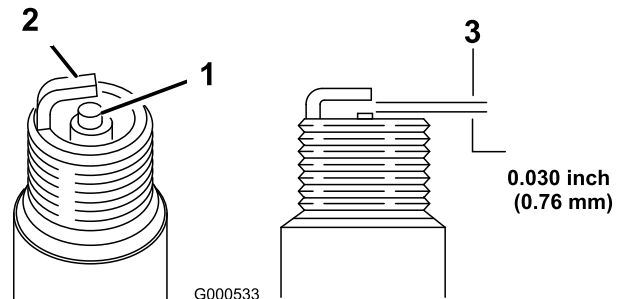

Bild 22
- Stellen Sie den Elektrodenabstand an der Zündkerze auf 0,76 mm ein, siehe Bild 22.